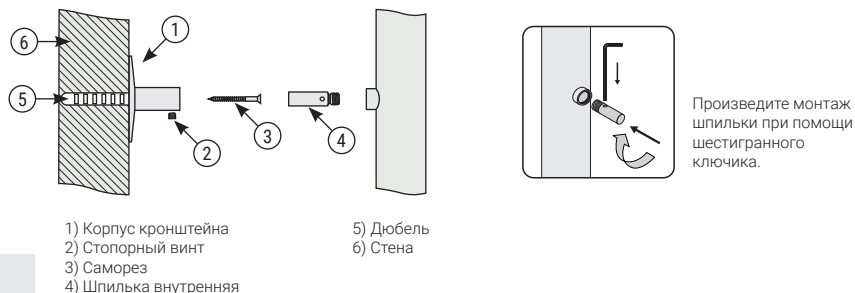

Рис.2
3.3.1. Полотенцесушитель крепится к стене телескопическими кронштейнами, что позволяет регулировать расстояние до стены (рис. 2).